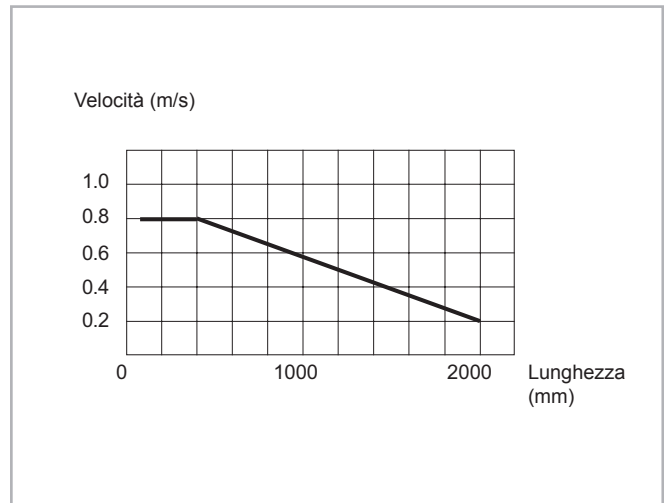

Fig. 72
La massima velocità di traslazione viene determinata dalla massa dell'elemento intermedio, che viene trascinato dalla guida mobile. Perciò la massima velocità di traslazione ammissibile si riduce all'aumentare della lunghezza (vedere fig. 72).
- Le guide Telescopic Rail sono adatte per l'impiego continuativo in sistemi automatici. In questo caso, la corsa dovrebbe rimanere sempre costante e la velocità di traslazione va verificata (vedere pag. TR-42, fig. 72). Il movimento delle guide telescopiche avviene grazie alle gabbie a sfere interne che per corse ripetute possono subire uno spostamento rispetto alla posizione originaria. Questo sfasamento può influire negativamente sulle caratteristiche di scorrimento o limitare la corsa. Se l'applicazione richiede corse diverse, la forza di azionamento deve essere adeguatamente dimensionata, in modo da poter sincronizzare correttamente lo spostamento della gabbia a sfere. Altrimenti prevedere regolarmente una corsa aggiuntiva, in modo da assicurare il corretto posizionamento della gabbia a sfere.